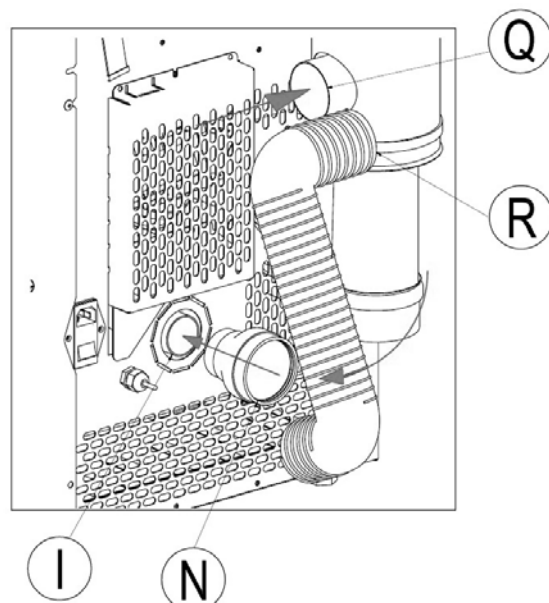

Fig. 17 - Branchements
- En ce qui concerne les BRANCHEMENTS, voir **Fig. 16** et **Fig. 17** à la page suivante.
| LÉGENDE | Fig. 16 - Fig. 17 |